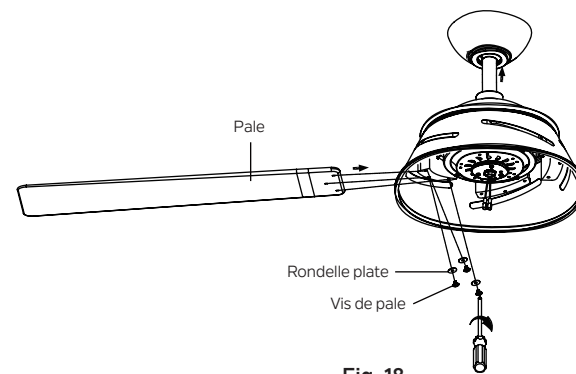

Fig. 18
Étape 1. Faites glisser délicatement la pale à travers la fente comme illustré. Fixez solidement les cinq pales avec des vis de pale et des rondelles plates. (Fig. 18)